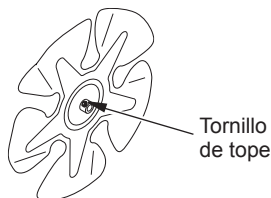

Figura 10. Ubicación del tornillo de fijación
3. Use una llave hexagonal para aflojar el tornillo fijo que sujeta el ventilador al eje del motor (consulte la figura 10). Extraiga el ventilador. Tenga cuidado de no dañar la inclinación del asa del ventilador.
3. Use una llave hexagonal para aflojar el tornillo fijo que sujeta el ventilador al eje del motor (consulte la figura 10).